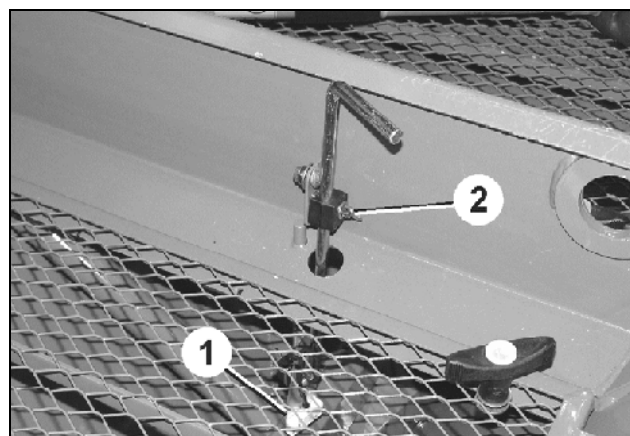

Fig. 108
1. Flügelmutter (Fig. 108/2) lösen.
2. Die Höhenlage des Füllstandssensor (Fig. 108/1) entsprechend der gewünschten Saatgutrestmenge einstellen.